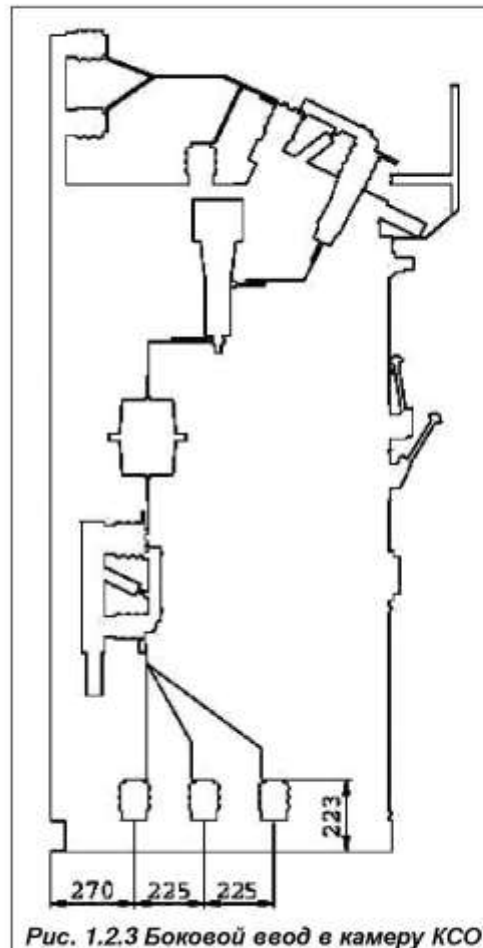

Рис. 1.2.3 Боковой ввод в камеру КСО
- с нижним переходом (боковым или задним, рис. 1.2.3 и 1.2.4) - применяются для организации перехода секционный выключатель - секционный разъединитель и выходов в соседнее помещение распределительного устройства.